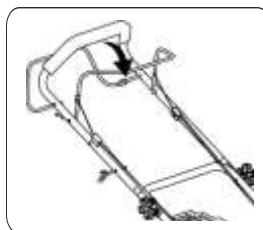

Рис. 15
**ДЛЯ ОСТАНОВКИ ДВИГАТЕЛЯ** (Рис. 15).